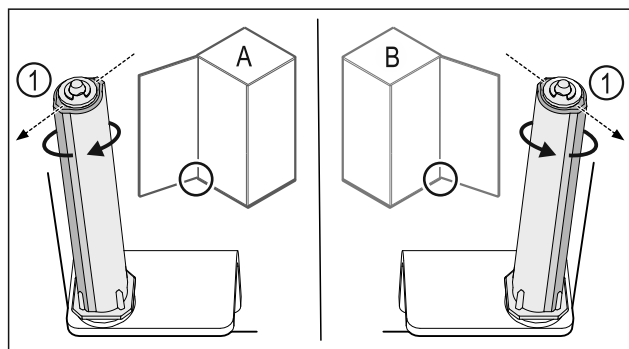

Fig. 43 Levo omejilo (A) / desno omejilo (B)
- ▶ Obrnite zaporni sistem proti uporu, dokler ni mostiček zapornega sistema Fig. 43 (1) obrnjen navzven.